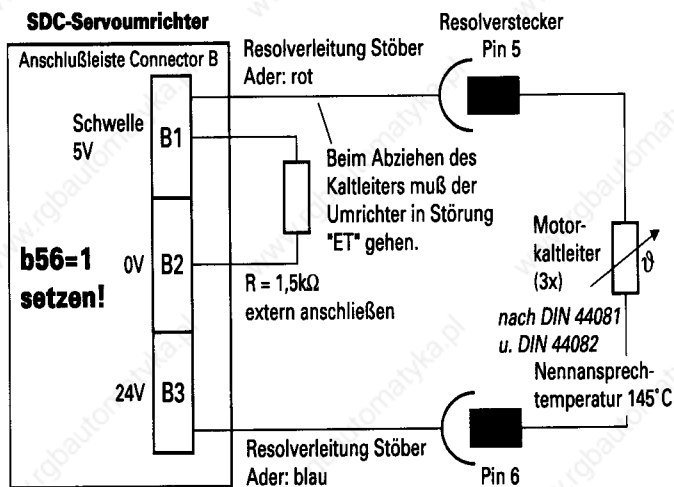

Abb. 4 Kaltleiteranschluß über Resolverkabel und Steckverbinder
- **Kaltleiteranschluß über Resolverkabel (Standard).** Die steckerseitige Aderauflegung ist auf dem Motor beigelegten Datenblatt dargestellt. Der umrichterseitige Anschluß des Kaltleiters ist in Abb. 4 dargestellt.